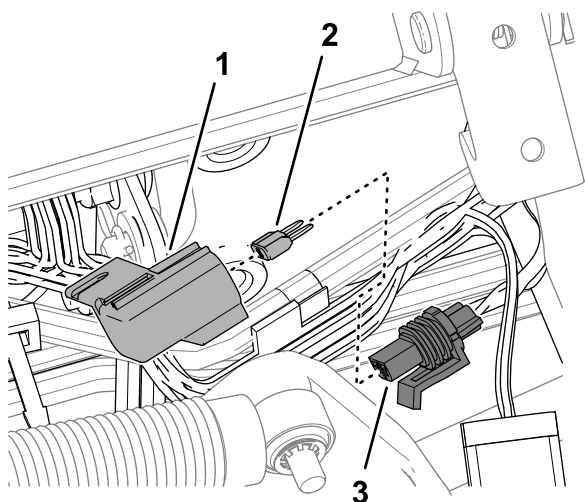

Рисунок 88
3. Снимите крышку со встроенного держателя предохранителя с маркировкой 10 A FUSE TELEMATIC PWR (ПРЕДОХРАНИТЕЛЬ 10 А ПИТАНИЯ УСТРОЙСТВА ТЕЛЕКОММУНИКАЦИИ) (Рисунок 88).